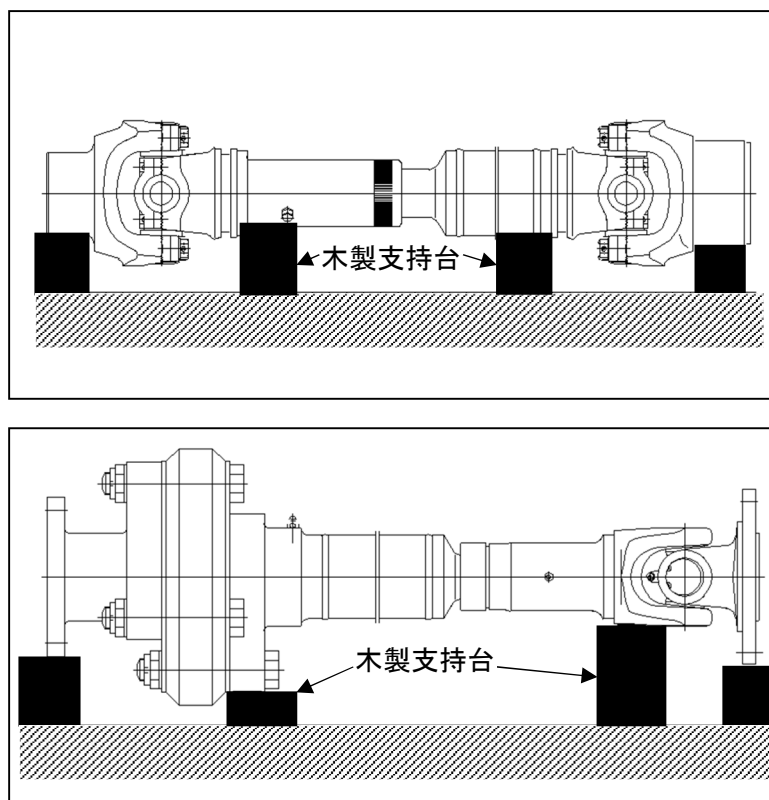

図 2 保管方法
- 長期保管する場合は、木製の支持台に載せ、両側のクロスキット部に無理な力がかからないようにして下さい(図 2 参照)。また、塵埃を避けるため、必ず布やビニール製のシートで覆って下さい。長期保管した物を使用する時は十分に給脂を行った後、ご使用願います。給脂については 8 頁「5 項、給脂」をご参照下さい。